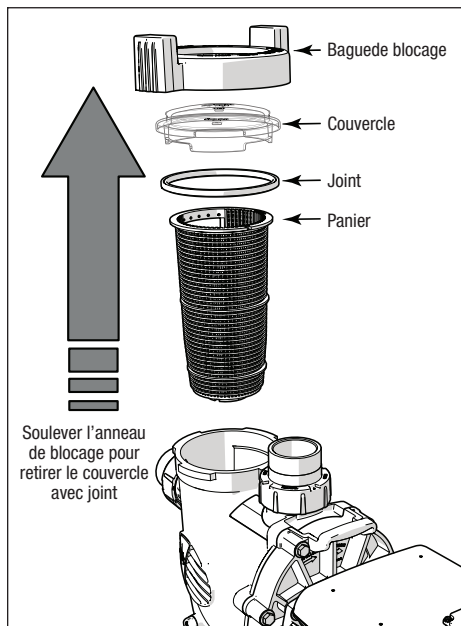

Figure 18. Retrait du couvercle de la pompe
1. Retirer le joint du couvercle. Voir la *Figure 18*.